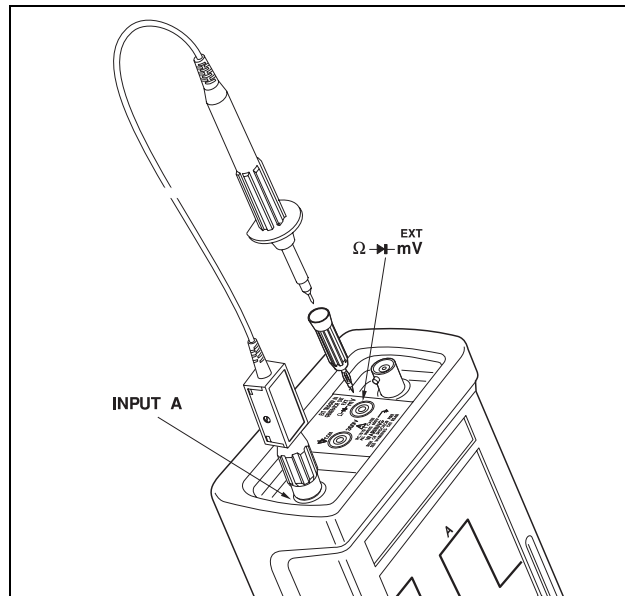

Abbildung 9-2 Anordnung für die Tastkopf-Kalibrierung an
1. Verbinden Sie die BNC-Buchse für INPUT A mit der roten Bananenbuchse GENERATOR OUT, siehe Abbildung 9-2. Benutzen Sie den roten Oszilloskop-Tastkopf und den roten Adapter für 4-mm-Bananenstecker.